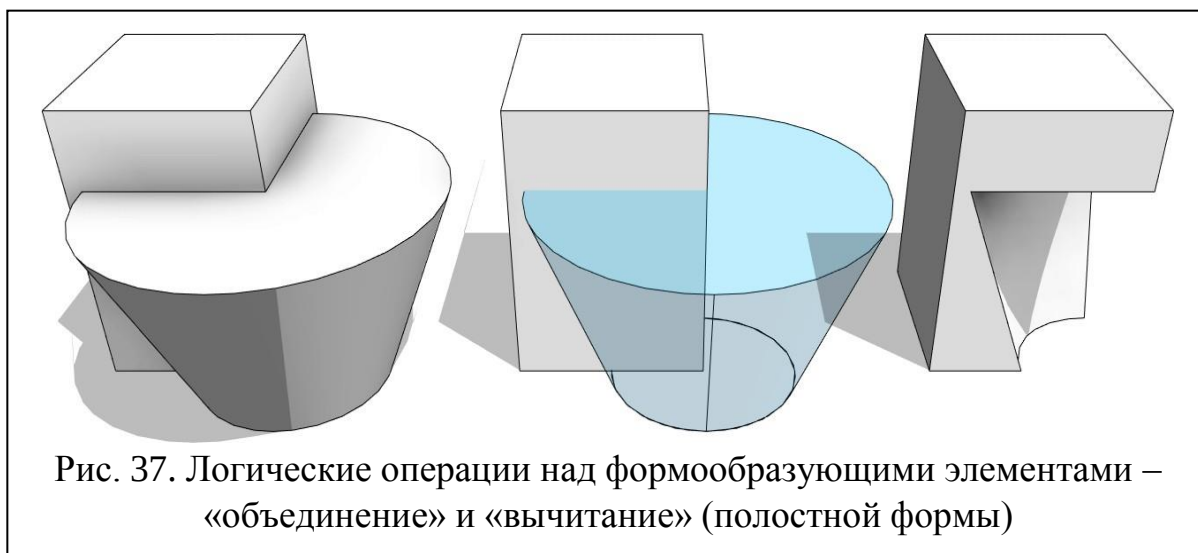

Рис. 37. Логические операции над формообразующими элементами – «объединение» и «вычитание» (полостной формы)
- → В Revit нет привычной по другим программам команды «вырезания» одного «тела» из другого. Для «вычитания» необходимо в режиме создания/редактирования объема создавать дополнительные «полостные» варианты форм (вкладка «Создание», панель «Формы»). «Полостной» объем автоматически вырезается и скрывается на экране (рис. 37). Получить доступ к скрытому «полостному» объекту возможно при переходе к редактированию профилей/граней основного объема.